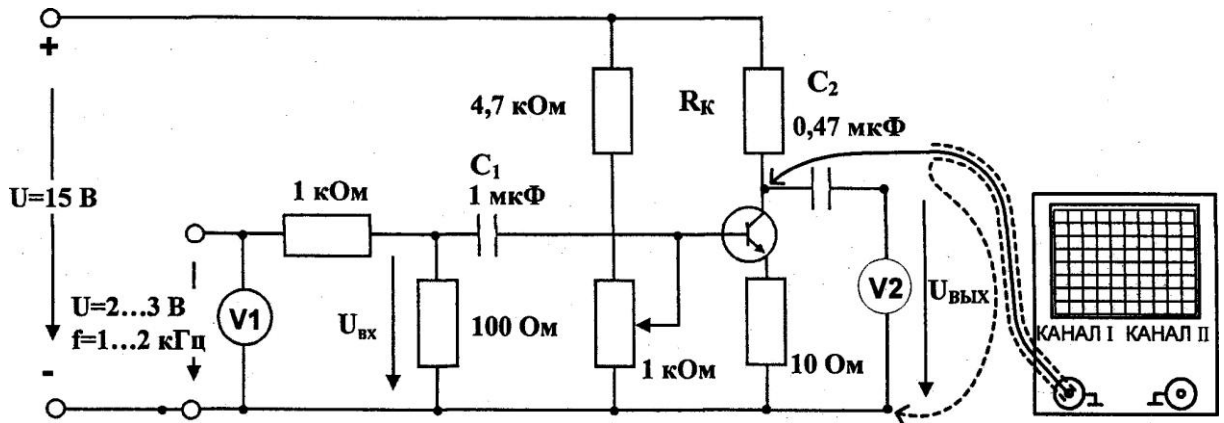

Рис. 5.4.1
- Соберите цепь согласно схеме (рис. 5.4.1). Для начала установите $R_k = 220$ Ом. Подайте на вход делителя 1 кОм / 100 Ом синусоидальное напряжение (2...3 В) частотой 1...2 кГц.